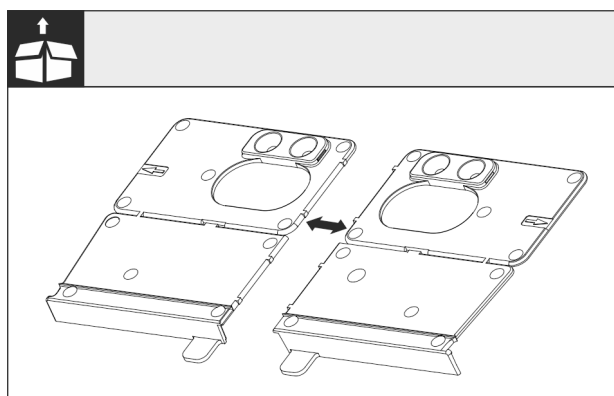

Fig. 27
- Válassza le a padló rögzítőelemét Fig. 27 () a perforációnál.